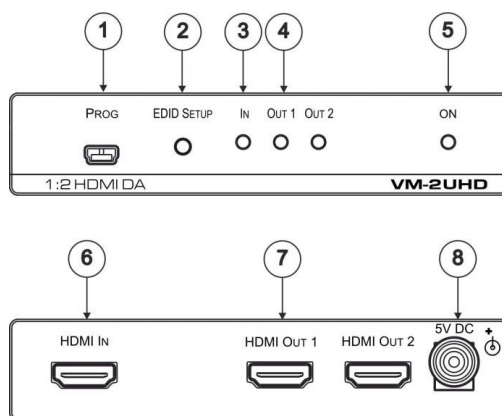

Рис. 2. Усилитель-распределитель VM-3UHD
Подключите прибор, как это показано на рис. 2:
3. Подключите к соответствующему разъему блок питания (5 В), а затем подключите его к сети электропитания (не показан на рис. 2). Загорится индикатор ON.